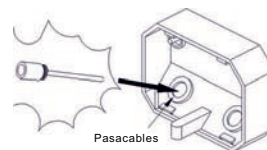

FIG. 4
3. Haga un orificio en el centro del pasacables (2 disponibles) de la base posterior (Fig. 4).